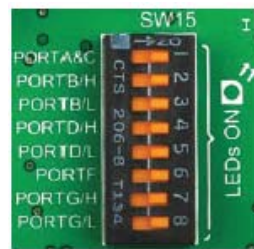

Рисунок 6-6: SW15.1 через SW15.8 переключатели используются для включения светодиодов порта
Активный индикатор показывает, что высокий логический уровень (1) присутствует на выводе. Для того чтобы индикаторы порта стал активным, необходимо включить соответствующий DIP-переключатель на SW15 (Рисунок 6-6).